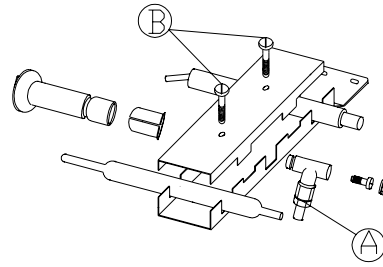

Fig. 13
- a) Allentare il tubo della spia A (Fig. 13) e le viti B di fissaggio della termocoppia e della candela (Fig. 13).